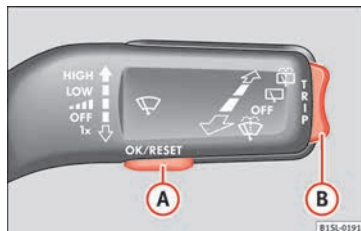

Fig. 33 Levier d'essuie-glace : touches de contrôle.
- Si un message ou le pictogramme du véhicule s'affiche, appuyez sur la touche **OK/RESET** (» fig. 33 A).
- Appuyez sur la partie supérieure ou inférieure de la touche à bascule » fig. 33 B jusqu'à ce que le point d'indication souhaité apparaisse.